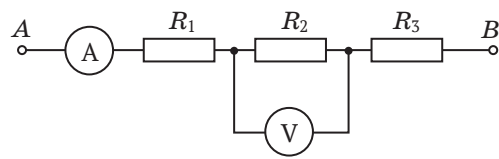

Fig. 2
5. Porțiunea de circuit (fig. 2) conține trei rezistoare, legate în serie, rezistențele cărora constituie: $R_1 = 5 \text{ Ohm}$; $R_2 = 8 \text{ Ohm}$; $R_3 = 15 \text{ Ohm}$. Care este indicația ampermetrului și cu ce este egală tensiunea între punctele A și B, dacă voltmetrul indică 1,6 V?